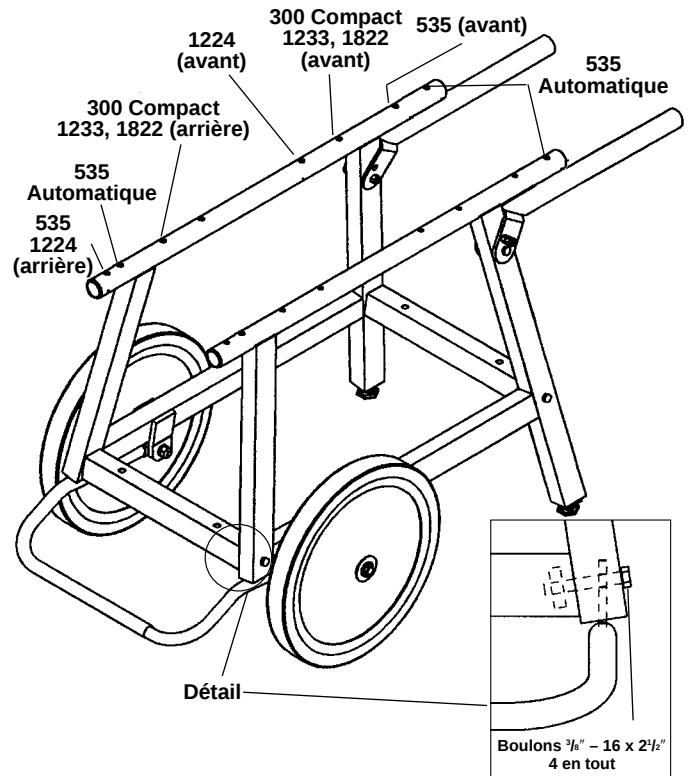

Figure 3 – Support d'embase
2. Assemblez le support en orientant les étiquettes " Inside " vers l'intérieur du support (*Figure 3*).
AVERTISSEMENT Afin d'assurer leur stabilité et leur bon fonctionnement, les machines RIDGID doivent être montées via les trous de rail appropriés (Figure 3).